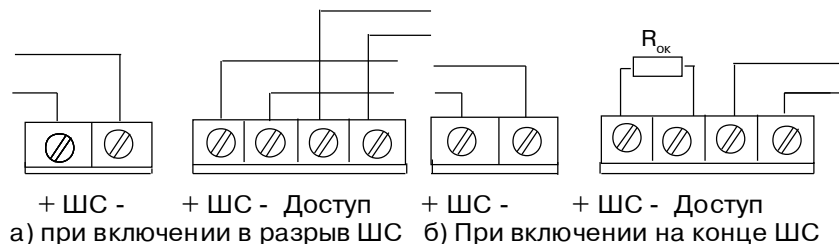

Рис.4
- выполните соединения согласно рис.4;
"Дюна-1" - до 2 извещателей, "Сигнал-ВК" - до 4 извещателей, "Нота" - до 3 извещателей. Схема подключения приведена на рис.4.